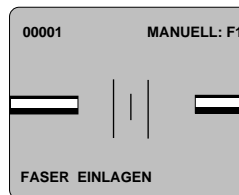

Abbildung 34
5.8 Benutzen Sie in der schwächeren Vergrößerungsansicht die Faserpositionstasten, um zunächst das *linke* und anschließend das *rechte* getrennte Faserende zwischen die beiden längeren vertikalen Linien zu positionieren (siehe Abb. 34).